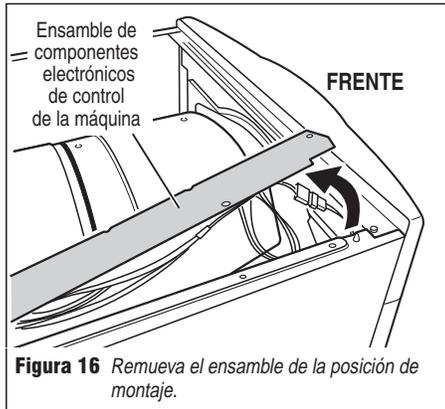

Figura 16 Remueva el ensamble de la posición de montaje.
1. Siga los pasos 1 y 2 anteriores, luego saque los tres tornillos que sostienen el soporte del control de la máquina en su lugar y retire el ensamble. Vea la figura 16.